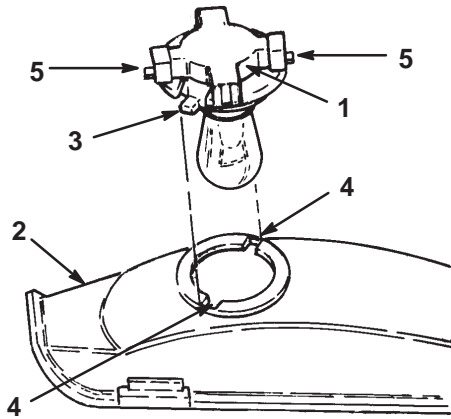

Abbildung 34
3. Die Birnenfassung um 1/4 Umdrehung im Gegenuhrzeigersinn drehen und aus dem Reflektor nehmen (Abb. 34).
2. Die Birnenfassung hat zwei Zungen (Abb. 34). Die Zungen auf die Schlitzlöcher im Reflektor ausrichten, die Birnenfassung in den Reflektor einsetzen und im Uhrzeigersinn 1/4 Umdrehung bis zum Anschlag drehen.